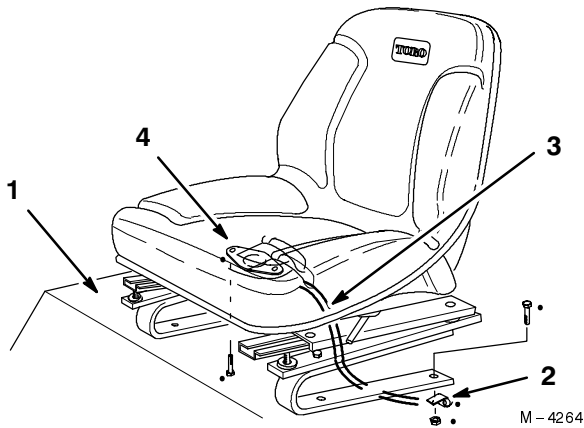

Figure 2
1. Placez l'ensemble siège sur le socle en alignant les trous de montage (Fig. 2).
2. Enfilez le collier sur le fil du commutateur du siège (Fig. 2).
3. Utilisez le trou avant gauche pour fixer légèrement le collier et le siège sur le socle à l'aide de vis d'assemblage et contre-écrous (Fig. 2).
4. Montez le siège sur le socle au moyen des (3) boulons et contre-écrous restants.
5. Passez le fil du commutateur du siège dans la fente du socle et raccordez le connecteur au commutateur (Fig. 2).